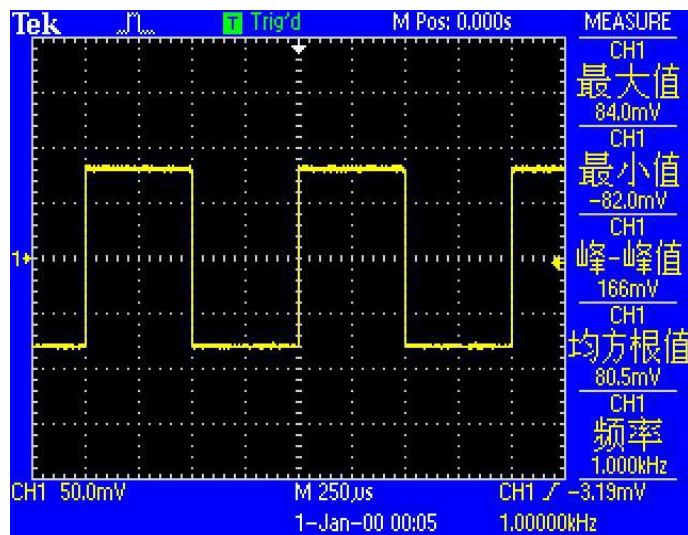

图78. 待测信号参数图
3. 打开函数信号发生器电源, 将参数设置为“波形: 方波”、“幅值: 160 mVpp”、“频率: 1kHz”, 待测信号的参数如图 78 所示: